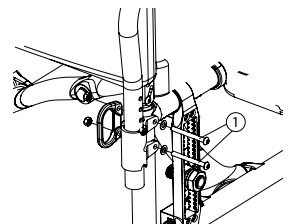

Fig. 21
- Enlevez les deux boulons (1). (Fig. 21)